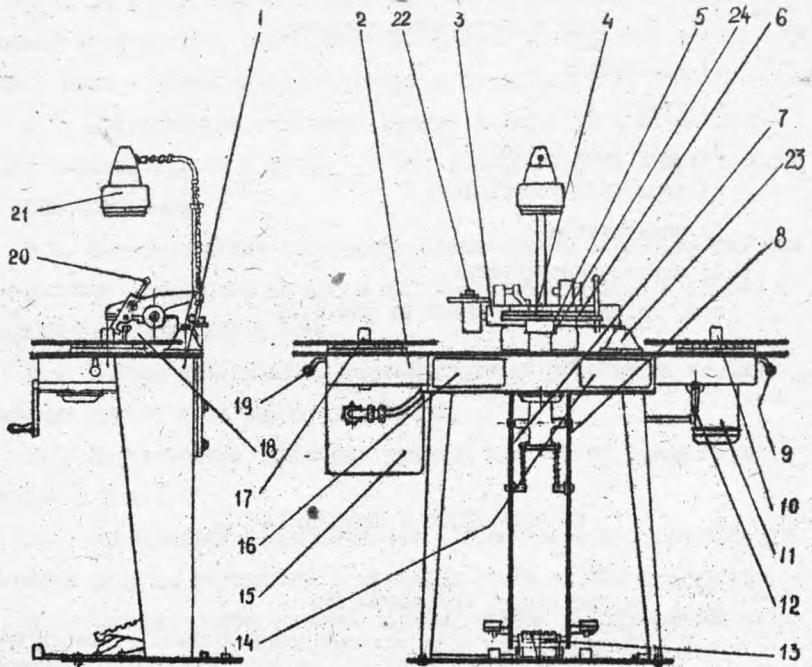

Рис.4.1. Полуавтомат:
4.2. Полуавтомат показан на рис.4.1.
5.2.1. Основание I (см.рис.4.1) является несущим элементом полуавтомата, к которому крепится стол 2, на котором в свою очередь смонтированы все основные элементы полуавтомата. В нижней части основания со стороны оператора установлена педаль I3 пуско-регулирующего реостата, управляющего приводом II наматывателя IO.
5.2.3. Склеивочный пресс представляет собой головку 18, на которой закреплены ножи 3, 4, 5, 6 (см. рис. 4.1), фиксатор 32 (рис. 8.4) и нагревательный элемент 24 (см. рис. 4.1). Ножи 4 и 5 (см. рис. 4.1) самоустанавливающиеся. Фиксатор обеспечивает фиксацию киноплёнок в продольном направлении. В поперечном направлении фиксация обеспечивается направляющими планками. Нагревательный элемент служит для подогрева зоны склейки с целью ускорения высыхания киноклея.
К головке 18 (см. рис. 4.1) прикреплен светильник 21, предназначенный для освещения зоны склейки и визитажа киноплёнок в отражённом свете.
Подключение электрооборудования к сети осуществляется тумблером ВІ. Разгон и управление электродвигателем осуществляется включением тумблера В3 и нажатием на педаль І3 (см.рис.4.1). При этом с помощью педали В5 последовательно шунтируются резисторы R7 - R11, а при полном нажатии на педаль включается реле РІ, которое своим замыкающим контактом шунтирует нагрузочные обмотки УсМІ-УсМІ-4 магнитного усилителя УсМІ. В этом режиме электродвигатель развивает максимальную частоту вращения.
- 2) установите на место светильник 21 (см.рис.4.1), скребок 22 и подставку 23 с флаконом для киноклея, демонтированные с полуавто-
вляемым к рулону при его эксплуатации, измените соответственно величину тормозного момента на тормозном устройстве перемещением рычага тормоза 19 (см.рис.4.1) "к себе" (тормозной момент уменьшается) или "от себя" (тормозной момент увеличивается).